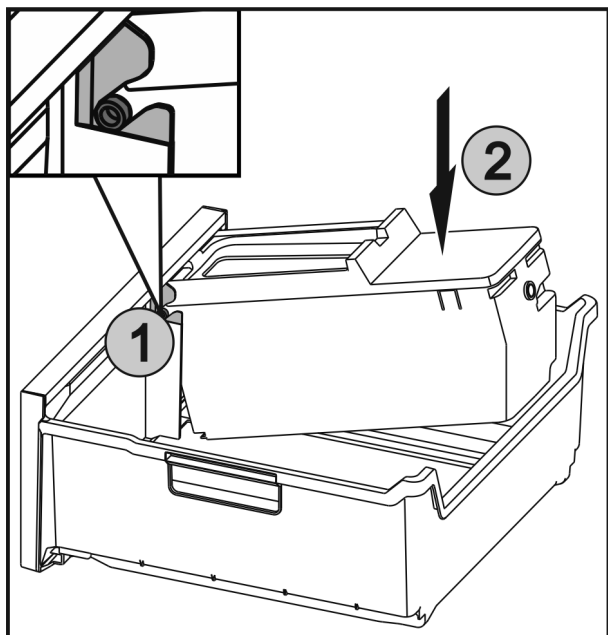

Fig. 70
- ▶ Zasuňte osy Fig. 70 (1) na EasyTwist-Ice do vedení a zatlačte zadní stranu Fig. 70 (2) tak, aby západka zaklapla.